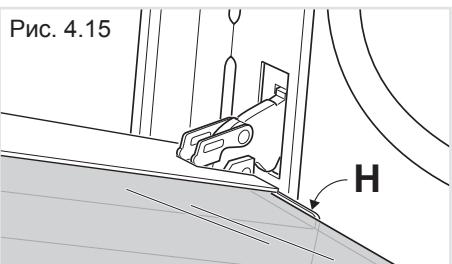

Рис. 4.17
- Установите уплотнительную прокладку «G» на прежнее место (Рис 4.16), введя 3 (три) крепежных крючка в соответствующие отверстия (Рис. 4.17).